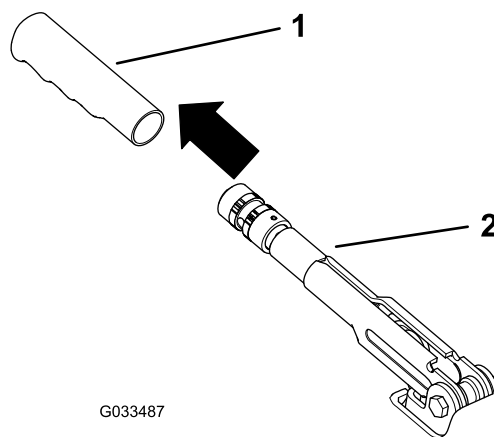

Figura 56
1. Togliete l'impugnatura di gomma dalla leva del freno di stazionamento (Figura 56).
5. Rimontate l'impugnatura di gomma sulla leva del freno di stazionamento (Figura 56).